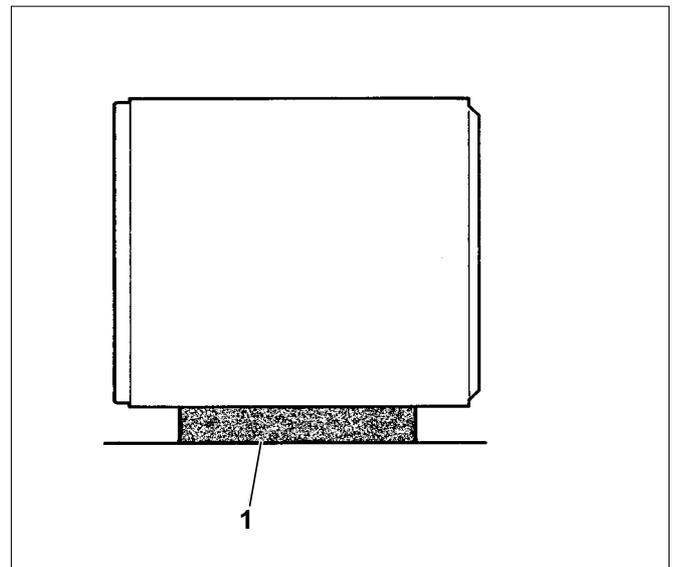

Fig. 3 Accumulatore su l'imbottitura di copertura (rappresentazione schematica)
- Appoggiare l'accumulatore sullo spigolo dell'imbottitura inferiore con il lato posteriore sull'imbottitura di copertura precedentemente estratta (Fig. 3, Pos. 1).